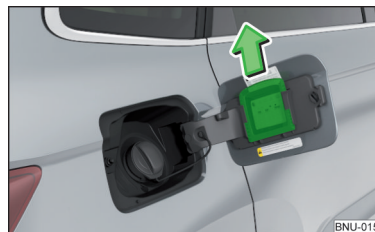

Fig. 300
► Mettez le contact et poussez la manette de commande dans le sens de la flèche » fig. 300.